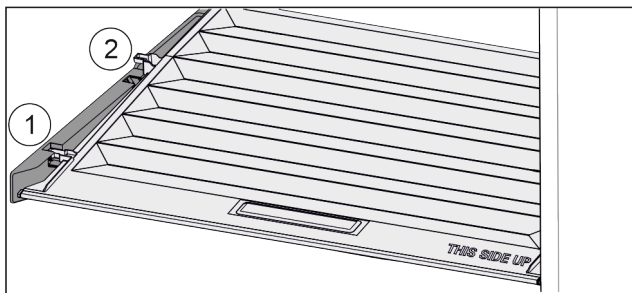

Fig. 91
- ▶ Vytáhněte víko dopředu až k otvoru v přídržných dílech Fig. 91 (1).
- ▶ Vzadu zespodu nadzvedněte a vyjměte směrem nahoru Fig. 91 (2).